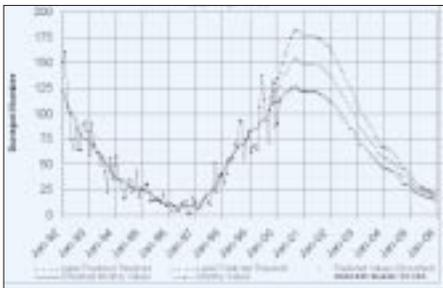

Bild 1: Gemessene bzw. vorhergesagte Sonnenfleckenrelativzahlen für den laufenden Zyklus, Stand 07.03.200 [2]
**Bild 1:** DX4Win mit einer repräsentativen Auswahl aus dem Funktionsvorrat. Beamrichtungs- und Entfernungsanzeige sind durchweg Stand der Technik. Die Datenbank weist EL2WW als alten Bekannten aus und verrät, daß am Mittag des Vortages mit VQ9QM ein neuer Bandpunkt zu holen gewesen wäre...